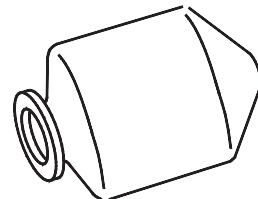

Figure 20 – Expulsion de tout l'air présent dans la vessie
- a. Poser la vessie sur une surface propre en plaçant l'ouverture à une extrémité et l'aplatir de manière à la vider d'air. Aplatir les extrémités (voir Figure 20).